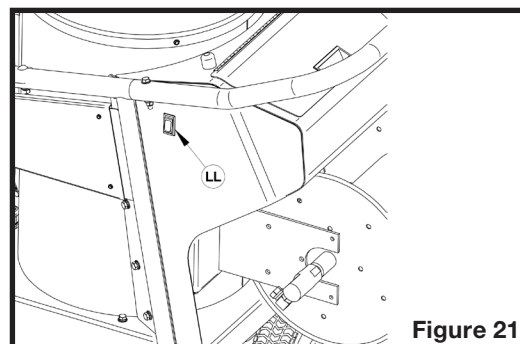

Figure 21
1. Si l'appareil a été utilisé pour le nettoyage à haute pression à l'eau chaude ou pour le désherbage, fermer l'interrupteur du brûleur (LL sur la figure 21).